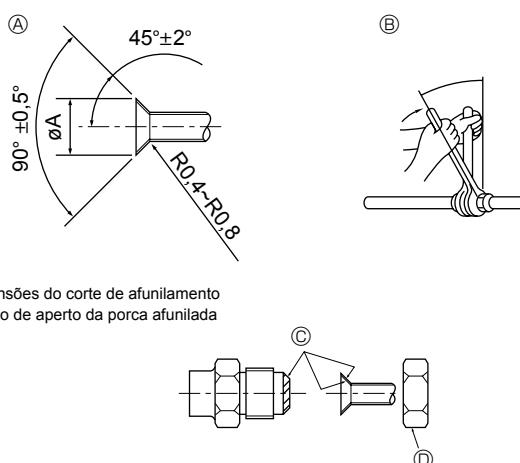

Fig. 4-1
### 4.2. Tubos de ligação (Fig. 4-1)
④ (Fig. 4-1)
⑤ (Fig. 4-1)